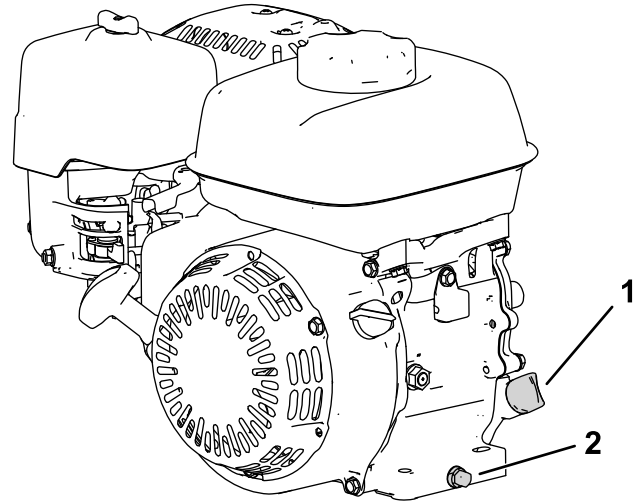

Figura 25
2. Coloque la máquina con el motor nivelado, y limpie la zona alrededor del tubo de llenado de aceite (Figura 25).
3. Retire el tapón de vaciado, la arandela y la varilla (Figura 25).